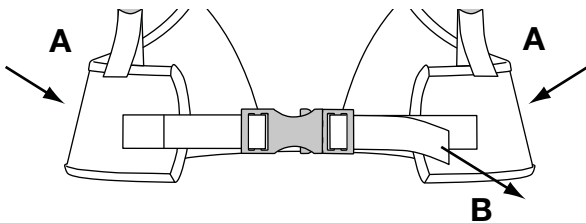
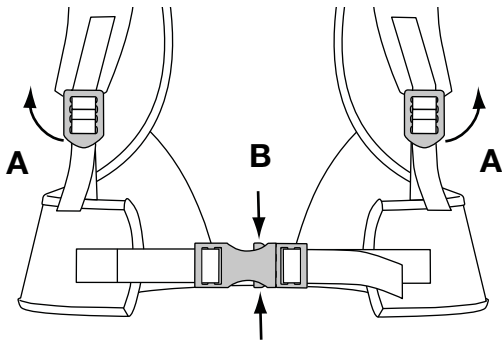

Fig. 18
Fig. 19
**NOTA:** Asegúrese de que los soportes de la cintura soporten el peso de la unidad sobre las caderas (Fig. 18, A).
3. Si el peso no cae sobre las caderas, afloje los soportes de los hombros (Fig. 19, A) y tire de la manija de los soportes de la cintura (Fig. 18, B) para apretarlos. Ajústelos hasta que el peso de la unidad descance sobre las caderas.
1. Para desconectar los soportes de los hombros, tire hacia arriba de la lengüeta inferior de las hebillas de los soportes de los hombros (Fig. 19, A).
2. Apriete la parte superior e inferior de las presillas de los soportes de la cintura para zafar los soportes de la cintura (Fig. 19, B).